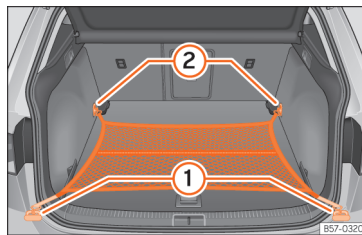

Fig. 175 Na bagageira: saco de rede fixado rente ao piso.
- Fixe os ganchos da rede nas argolas de fixação »» » **Fig. 175 ① e ②** »» » . O fecho de correr do saco deve ficar voltado para cima.